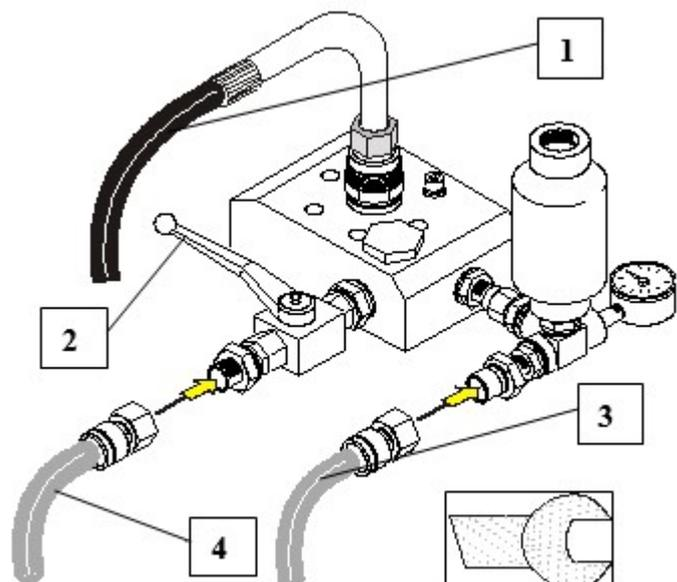

Fig.15
4) Conecte la manguera que conduce el producto a la pistola (Fig. 15).
5) Conecte el tubo de desagüe al grifo apretándolo con una llave adecuada (Fig. 15).